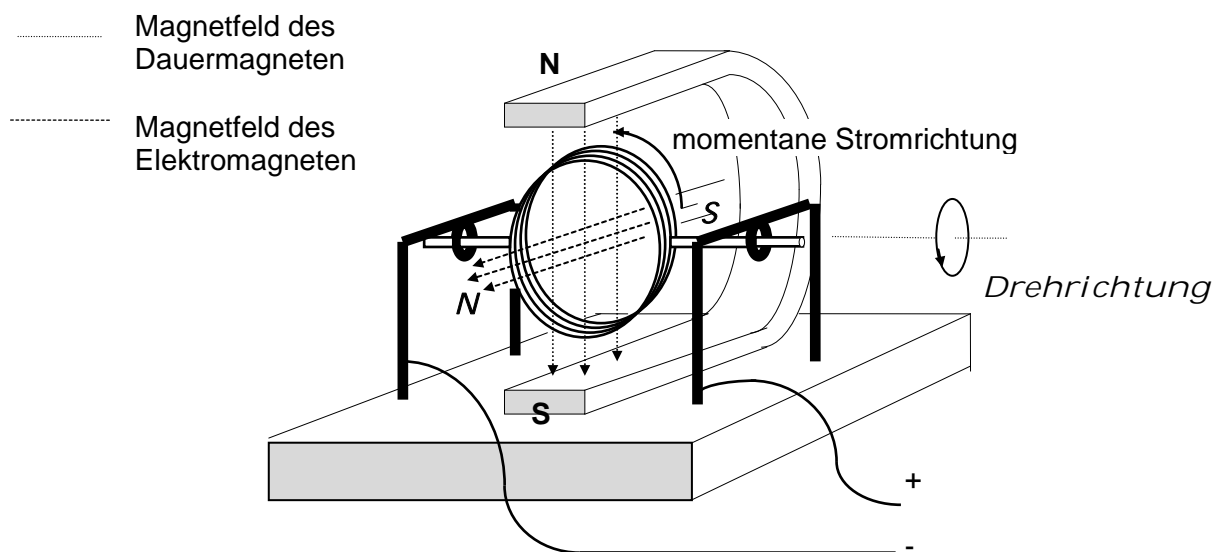

Abb. 3: Richtung der Ströme und Magnetfelder im Motor
- Zeichnen Sie das Magnetfeld des Dauermagneten und der Rotorspule in Abb. 3 ein! (Angegebene momentane Stromrichtung beachten.)